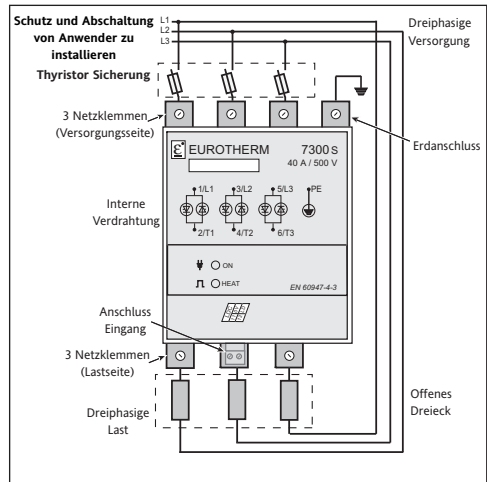

Abbildung 2-10 Dreiphasige Last in offenem Dreieck Konfiguration (6D)
- Offenes Dreieck (6 Anschlussleitungen, Code 6D), Abbildung 2-10.